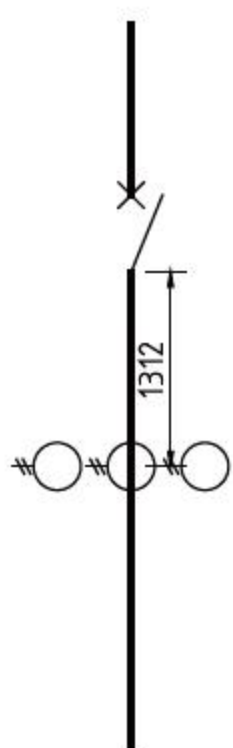

图9-96 移动位置
**08** 选择复制后的第1个图形，调用M【移动】命令，移动变压器的位置，如图9-96所示。